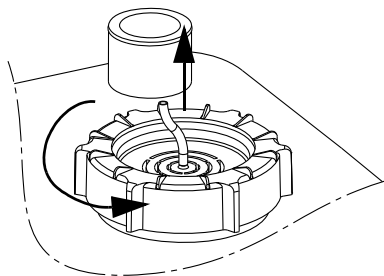

Abb. 30 Ausbauen des Niveausensors
2. Den Schraubdeckel durch Drehen gegen den Uhrzeigersinn lösen. Siehe Abb. 30.